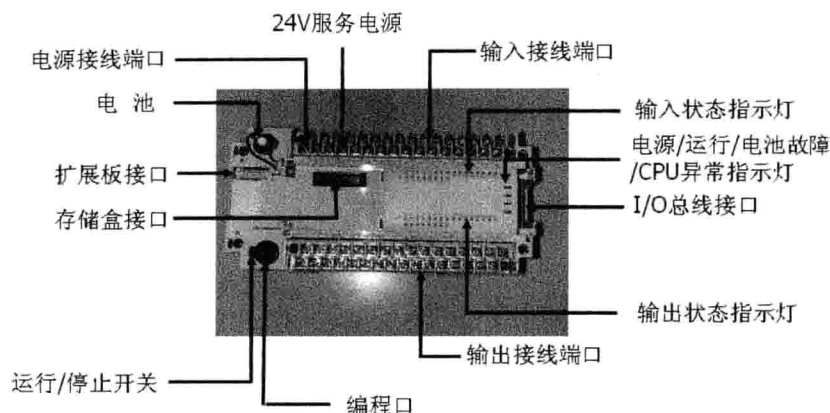

图 1-5 PLC 基本单元组成结构
2.3 FX PLC 基本单元各部分说明,以 FX_{2N}为例,如图 1-5 所示